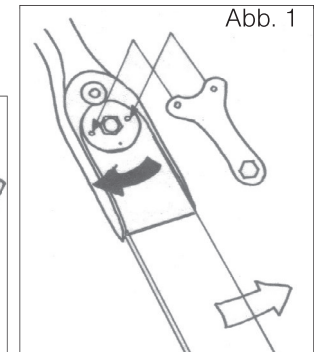

Abb. 1
1. Setzen Sie die Arretierbolzen des Spezialwerkzeuges (D) in die Tillerschraube des Wurfarm-Befestigungsbolzens ein. (Abb.1)
3. Durch Drehen des Spezialwerkzeuges (D) kann die Wurfarmstellung leicht nach rechts oder links verlagert werden. (Abb.1)